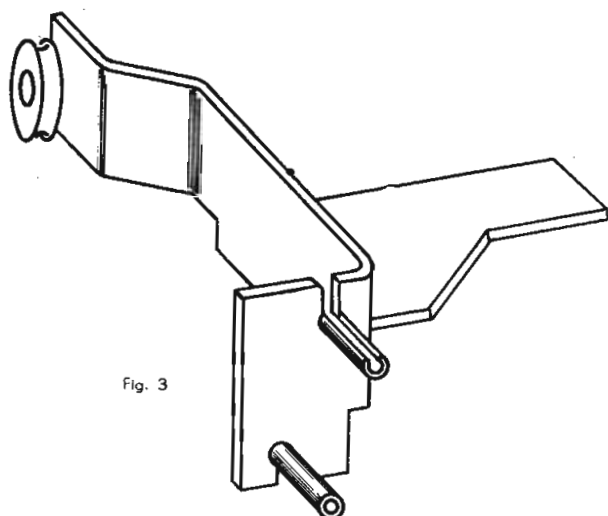

Fig. 3
4. Nu wordt de nieuwe beugel met de leirol op de afstemcondensator vastgezet. Zie fig. 3.